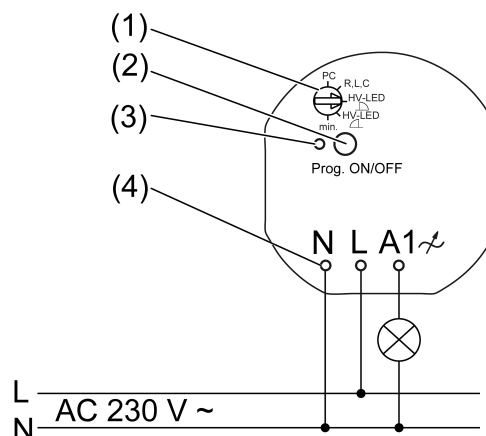

Bild 1: Anschlussplan
- Last gemäß Anschlussplan anschließen (Bild 1).
- Aktor so in die Gerätedose einsetzen, dass die Taste **Prog** (2) und die Status-LED (3) sichtbar sind.